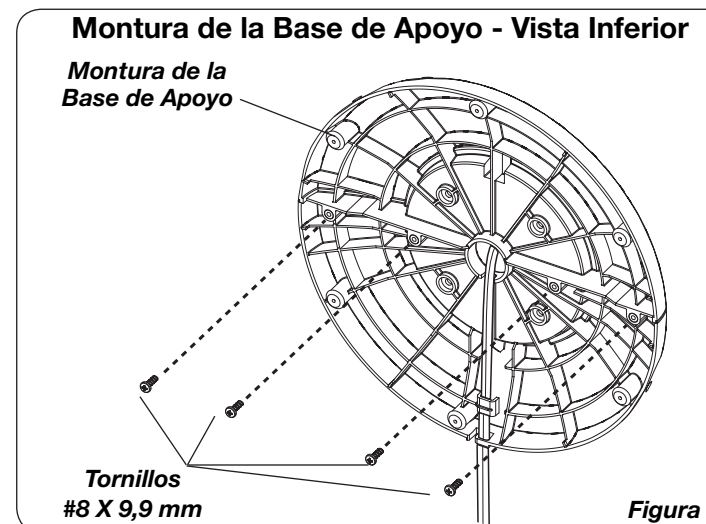

Figura 2
- Asegure los (4) **Tornillos #8 de X 9,9 mm** en los cuatro orificios de la parte inferior de la base. (*Figura 2*)